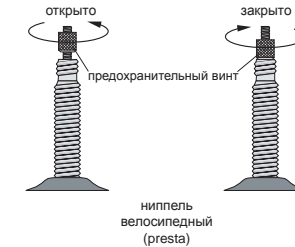

рис. 30
- 3.11.3. Перед накачкой велосипедной шины с ниппелем типа PRESTA, ослабьте предохранительный винт (рис. 30), убедитесь в его работоспособности с помощью кратковременного нажатия. После накачки велосипедной шины с ниппелем типа PRESTA закрутите предохранительный винт.